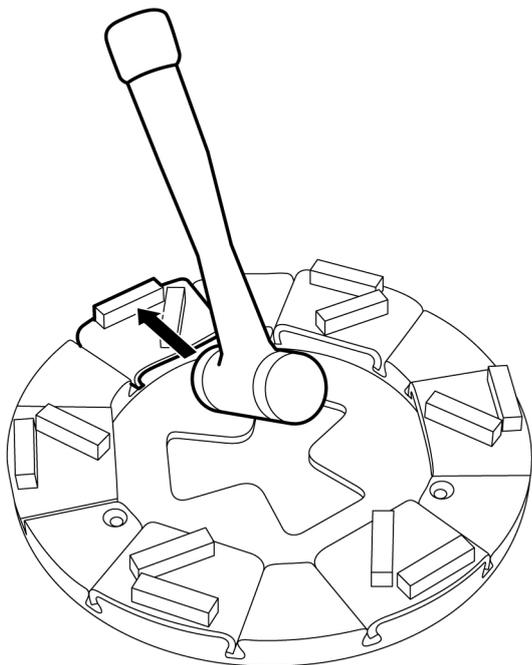

Figure 4-10. Verrouillage de l'outil de ponçage
2. Pour caler l'outil de ponçage dans le support, frappez légèrement dessus avec un maillet en caoutchouc, voir Figure 4-10, page 18
3. Pour caler l'outil de ponçage dans le support, frappez légèrement dessus avec un maillet en caoutchouc, voir *Figure 4-10, page 18*